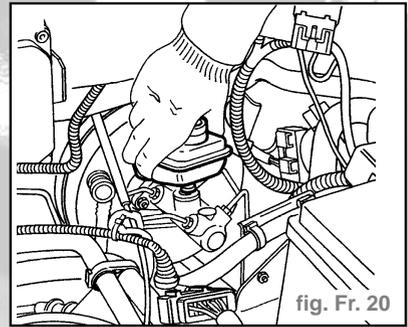

fig. Fr. 20
- Enlever le réservoir en le tirant vers le haut (fig. Fr. 20).
- Débrancher la connexion du témoin de niveau du liquide de freins, enlever le bouchon, décharger le liquide et dégager le réservoir (fig. Fr. 20).